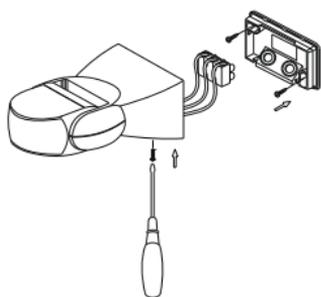

Рисунок 2 – Монтаж
- открутить винт крепления задней крышки датчика, расположенный на нижней части корпуса. Снять заднюю крышку (рисунок 2).